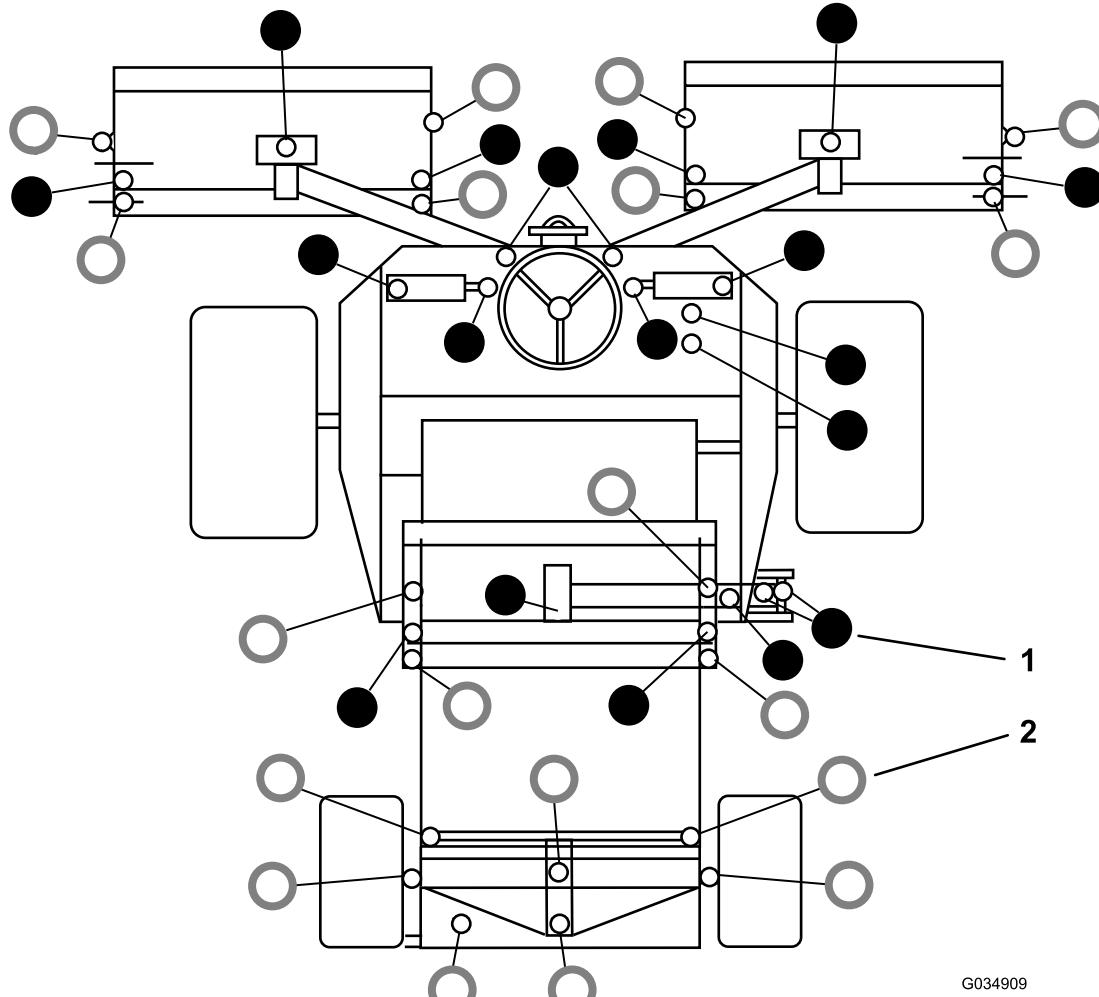

Figura 51
- Fate riferimento a Figura 51 per la posizione dei raccordi di ingassaggio.